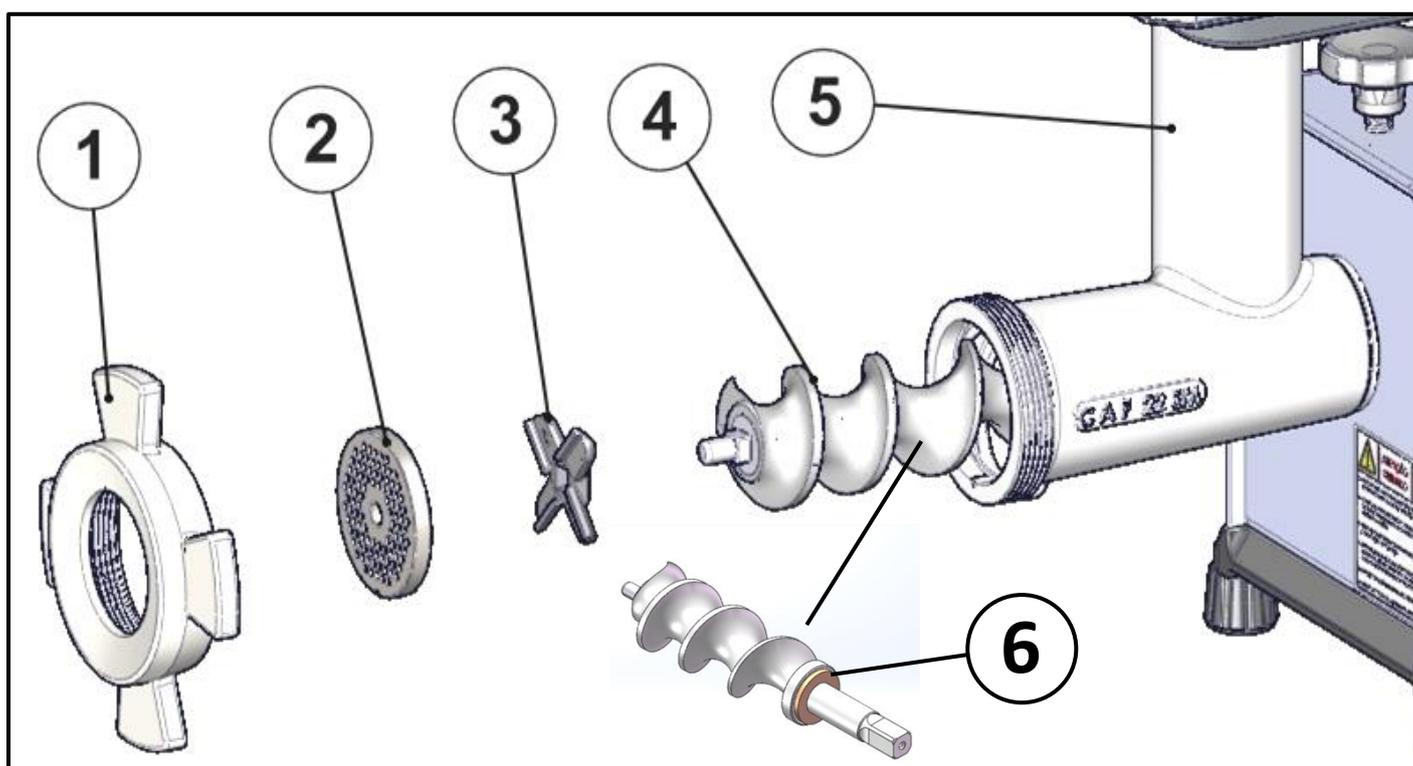

Fig. 4 - Moagem Simples para os Moedores 10, 22 DSM
- Encaixe o Caracol montado (Item 4 - Fig. 4) no Bocal (Item 5 - Fig. 4), favor se atentar se o mesmo está com Arruela (Item 6 - Fig.4), item importante para um bom funcionamento do equipamento.
- Encaixe a Cruzeta Simples (Item 3 - Fig. 4) no pino do caracol (Item 4 – Fig.4), observando sua posição de corte (Corte para Frente).
- Encaixe o disco\* (Item 2 - Fig. 4) no pino do caracol e certifique-se de que o disco encaixe na Chaveta do Bocal.
- Rosqueie o Volante (Item 1 - Fig. 4) até encostar no Disco.